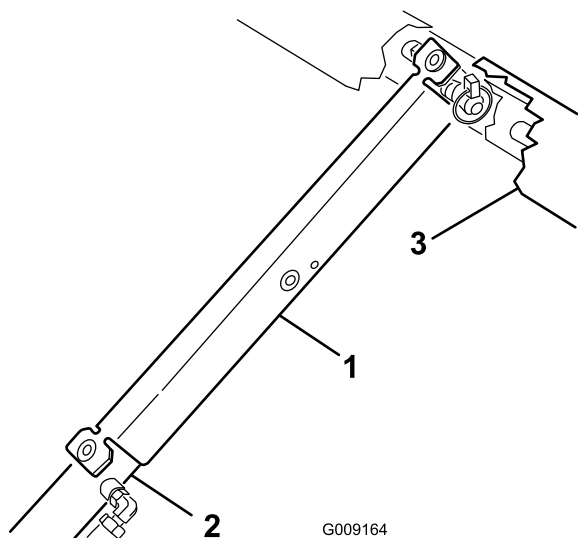

图22
3. 将货斗支架推入油缸杆并确保支架端凸耳靠在油缸筒和油缸杆头上 图22。